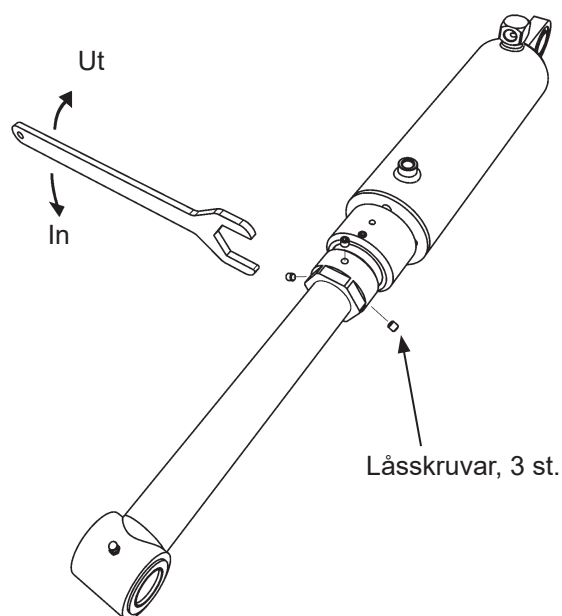

Bild 38. Justering av tiltvinkel
5. Lossa de tre låsskruvarna på den andra tilt-cylindern. Bild 38.
6. Vrid justerhylsan så att tiltcylindern passar mot infästningen på plattformen. Se Bild 38.